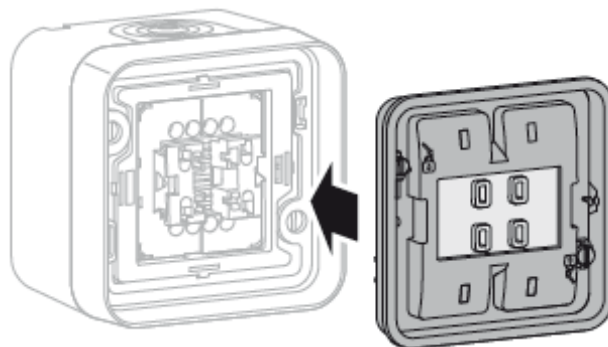

Bild 9
- Die Dichtung (2) im Rahmen einrasten (Bild 9).